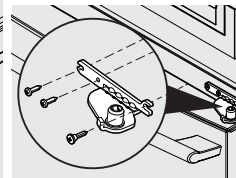

Figura 5
5. Para acceder a la bisagra inferior deberá sacar el cajón. Desatornille los tres tornillos de la bisagra inferior y deslice la bisagra hacia dentro. Figura 5.